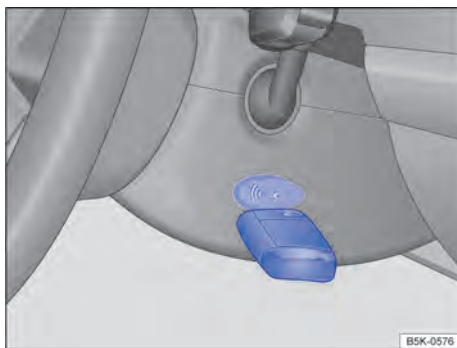

Fig. 96 À direita na coluna de direção: função de partida de emergência em veículos com sistema de travamento e de partida Keyless Access sem chave. ►
- Manter a chave do veículo diretamente após pressionar o botão de partida à direita da coluna de direção → Fig. 96.